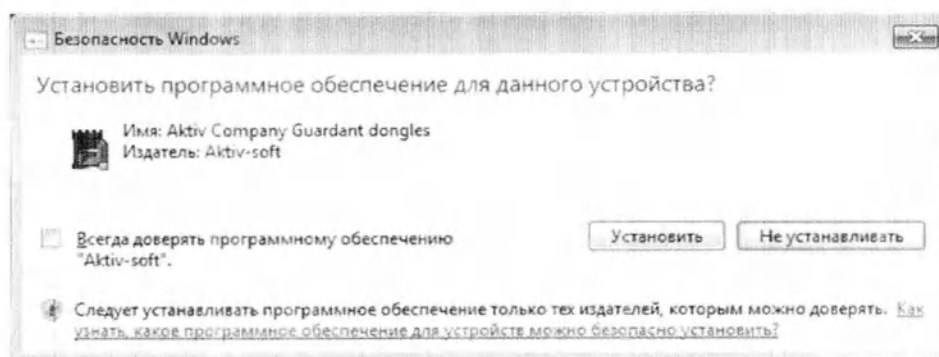

Рис. 12. Окно безопасности Windows
7. Во время установки при появлении сообщений о безопасности Windows для подтверждения, что хотите установить данное ПО, нажмите кнопку «Установить» (Рис. 12).